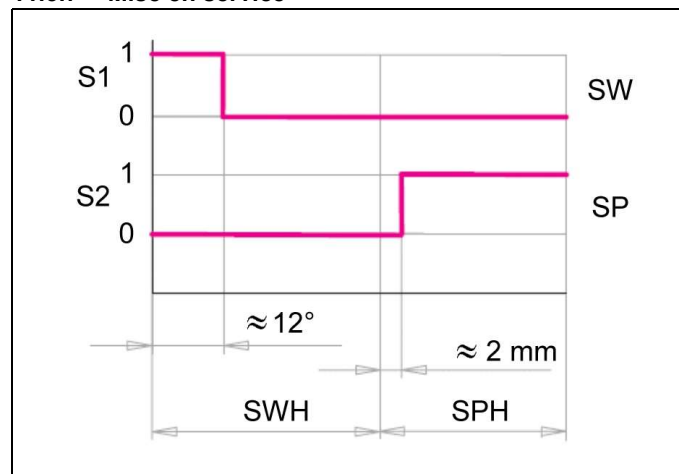

Fig. 11 : Courbe du signal cycle de bridage et de débridage
11. Lorsque la tension de commande est activée, le réglage des détecteurs de proximité peut être vérifié conformément au diagramme fonctionnel de la Fig. 11.